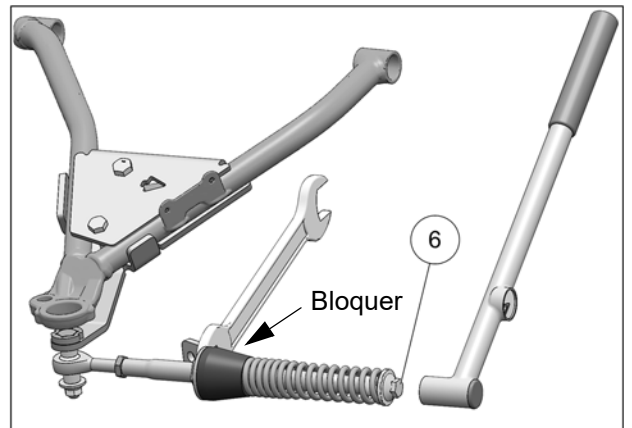

Fig. 20
10. Vérifier que le boulon du ressort (6) est serré au couple recommandé: 75 Nm [55 lb•pi]. Assurez-vous de bloquer en position, l'écrou qui se trouve devant l'amortisseur en caoutchouc. Voir la Fig. 20